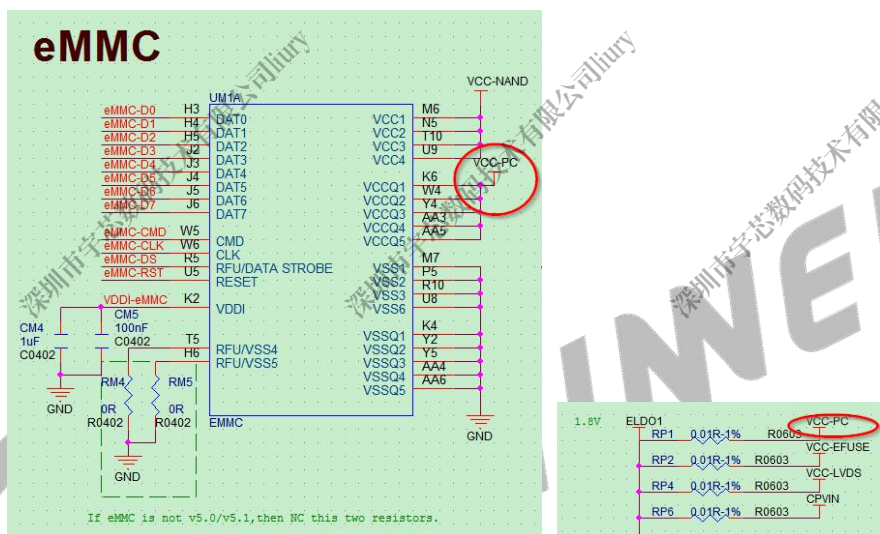

图 2-21 VCC-PC 电源设计
- 如果 eMMC 设备使用 HS200 和 HS400 高速总线模式，需将 eMMC VCCQ 以及主控 GPIO PC 口的电压配置为 1.8V 电压。使用时请按照实际需求进行 VCC-PC 电源的配置，如图 2-21。